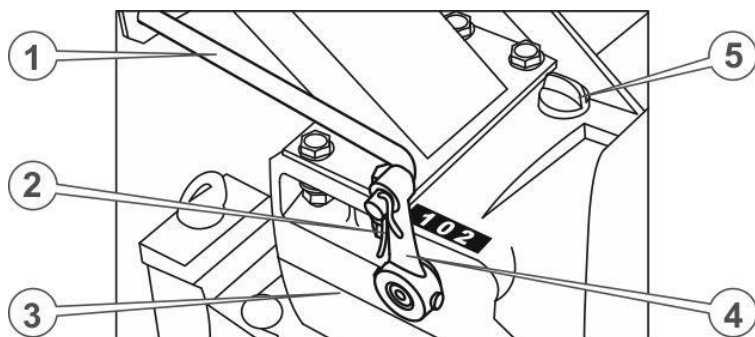

Рисунок 8 – Коробка перемикання передач (КПП)
28. Встановити важіль перемикання передач, протягнувши його через вушко на кермі та вставивши кінцевим загином в отвір у коромислі на коробці перемикання передач (див. рисунок 8), зафіксувати важіль шплінтом.